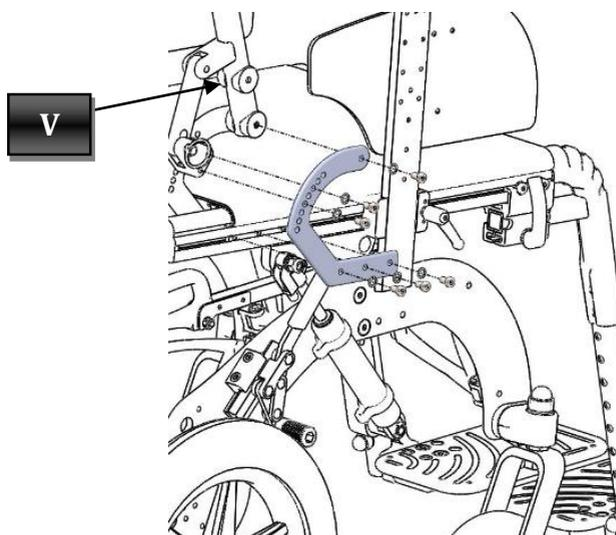

Figura 42
A placa de regulação reclinável de posições fixas difere de acordo com o assento, entre: placa de regulação alta e placa de regulação baixa. Desaparafuse completamente os seis parafusos evidenciados na Figura 42 com uma chave para parafusos com sextavado interno (allen) de 4 mm (mantendo segura, com uma chave para parafusos de cabeça sextavada de 10 mm, a porca traseira (V) e, depois de a ter substituído, coloque a nova placa de regulação na antiga posição e certifique-se de que aperta bem os parafusos.